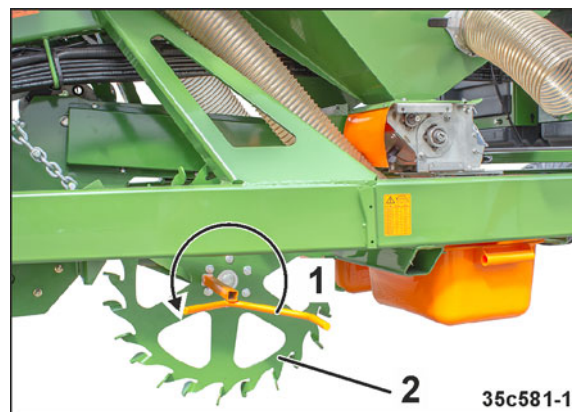

Рис. 267
- 4.1 Поворачивайте влево колесо с почвозацепами (Рис. 267/2) с помощью рукоятки для установки нормы высева (Рис. 267/1).